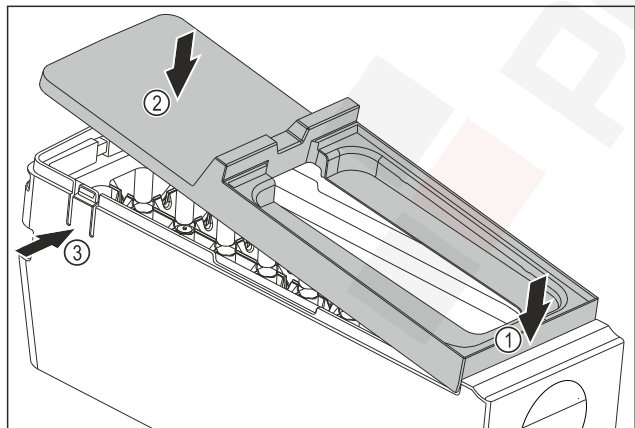

Fig. 139
- ▶ Szerelje fel az EasyTwist-Ice egység testének fedelét: Tegye fel előre a fedelet. Fig. 139 (1)
- ▶ Süllyessze le hátul a fedelet. Fig. 139 (2)
- ▷ A fedél hallhatóan bepattan mindkét fülbe Fig. 139 (3).